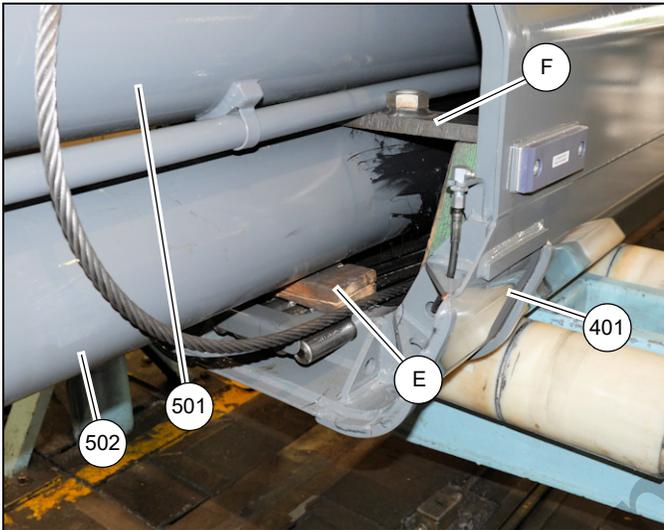

FIGURA 4-37
49. Eleve levemente el cilindro telescópico N.º 2 (501), luego retire los bloques de madera o material similar (F) que lo apoyaban sobre el cilindro telescópico N.º 1 (502). Eleve levemente el cilindro telescópico N.º 1
(502), luego retire el bloque de madera (E) abajo de éste. (Vea la Figura 4-37.)